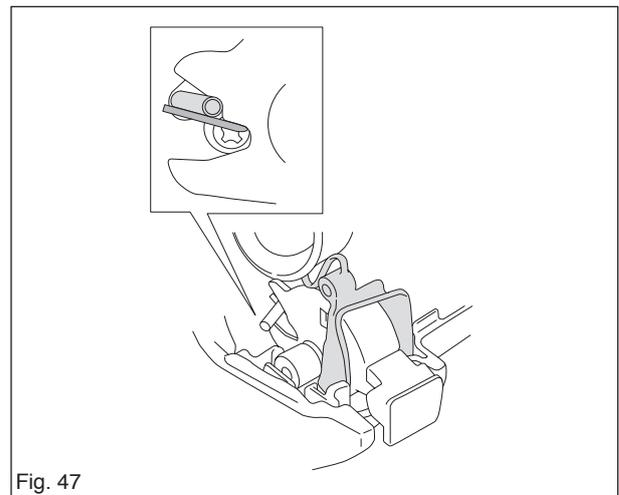

Fig. 47
- El muelle debe estar bajo el pasador del estrangulador en el carburador (fig. 47).
- El collarín de caucho en el botón de parada debe estar en la parte interna de la base del compartimento del carburador (fig. 47).